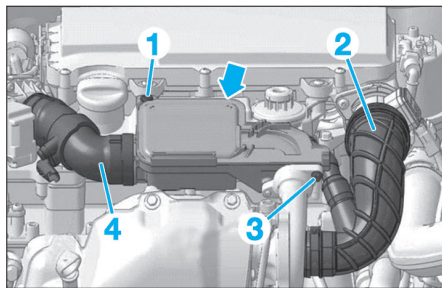

Fig. 36
- les vis de fixation (1), (3) du résonateur (Fig.36),
- le raccord d'air entrée turbocompresseur (2),
- le raccord (4) de sortie résonateur.